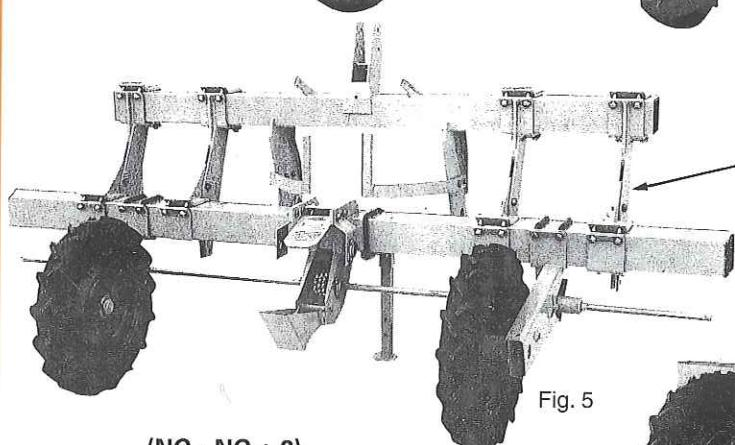

Fig. 5
A noter que l'attelage avancé des châssis fig. 5 et 6 se positionne de 2 façons :
A — Une position fig. 5 pour utilisation sans fertiliseur.
Dans chaque cas on utilise les mêmes traverses de liaison, mais boulonnées différemment : suivant ① pour châssis fig. 5 ;
Please note the advanced hitch of frame fig. 5 & 6 which can be positioned in 2 ways :
A — Position fig. 5 to be used without fertilizer.
In each case one uses the same spacers but are bolted differently : as shown ① for frame fig 5 ;
A — Abb. 5 Ausführung für die Benutzung ohne Düngerstreuer.
Möglichkeit ① für den Rahmen Abb. 5;
Let erop dat de voorframes van de machines uit fig. 5 en 6 op twee manieren kunnen worden gemonteerd :
A - Montage zoals in fig. 5 voor toepassing zonder kunstmeststrooier
- volgens methode ① voor frame fig. 5 ;